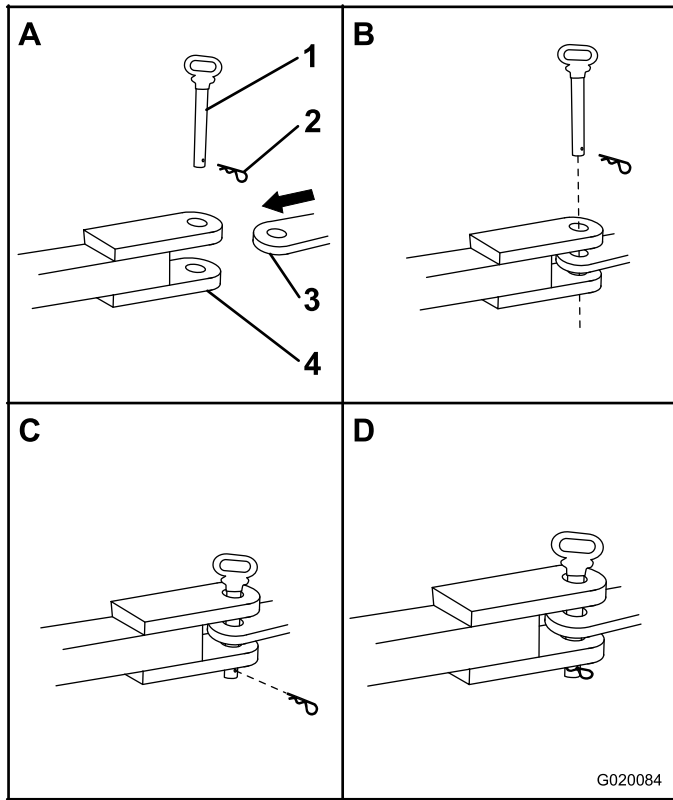

Figura 25
1. Posicione el extremo delantero del acoplamiento de pasador entre las chapas superior e inferior de la barra de tiro del vehículo de remolque y asegúrese de que los taladros están alineados (Figura 25).
2. Introduzca un pasador de enganche de 19 mm (3/4 pulgada) o 22 mm (7/8 pulgada) por los taladros del acoplamiento y del receptor de enganche (Figura 25).
3. Introduzca una chaveta por el taladro de la parte inferior del pasador de enganche (Figura 25).